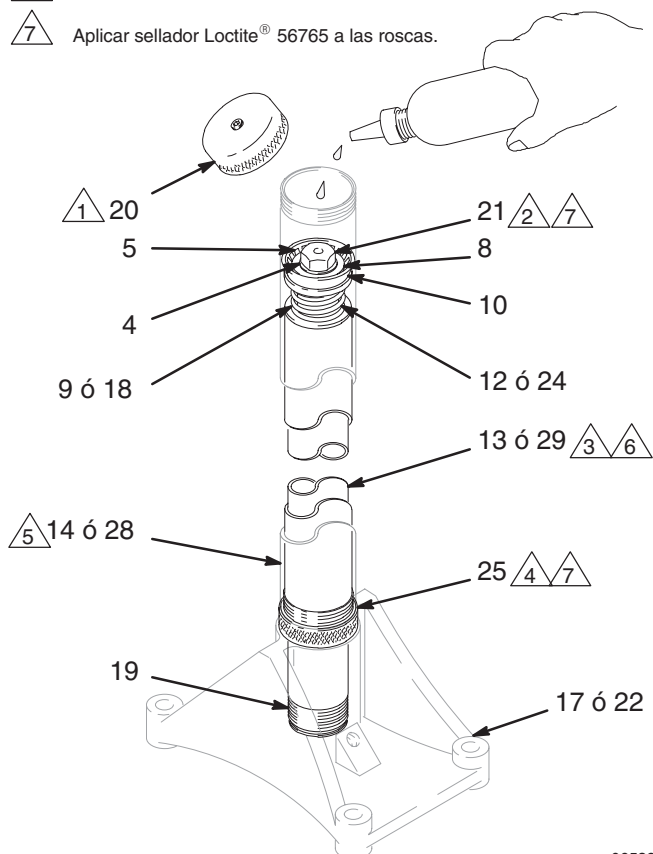

Fig. 6
Cada dos a seis semanas, saque el tapón (20) del tubo elevador (14 ó 28) o ponga unas gotas de aceite ligero de motor, de alta calidad, en la superficie interna del tubo, para lubricar la empaquetadura de cuero (10). Vea la Fig. 6. Cuando vuelva a colocar el tapón, apriételo a un par de 37–54 N.m.
Para reemplazar las empaquetaduras de cuero de la copela (10), desenrosque el alojamiento del cojinete (25) del tubo elevador (14 ó 28) y deslice el tubo hacia arriba, sacándolo del pistón (11). Vea la Fig. 6. Desenrosque del cuerpo del pistón el tornillo de cabeza del retén del pistón (21) y desmonte las piezas. Revise las piezas en busca de daños o signos de desgaste, y reemplácelas según sea necesario.
Para reemplazar la junta del tubo guía (19), desenrosque el tubo guía (13 ó 29) de la base del elevador (17 ó 22). Saque la junta. Vea la Fig. 6. Tenga cuidado de no dañar la superficie externa de rozamiento del tubo de guía. Coloque una junta nueva en la plataforma. Ponga cinta de PTFE en las roscas del tubo de guía y enrosque éste en la base. Apriete a un par de 122–175 N.m.